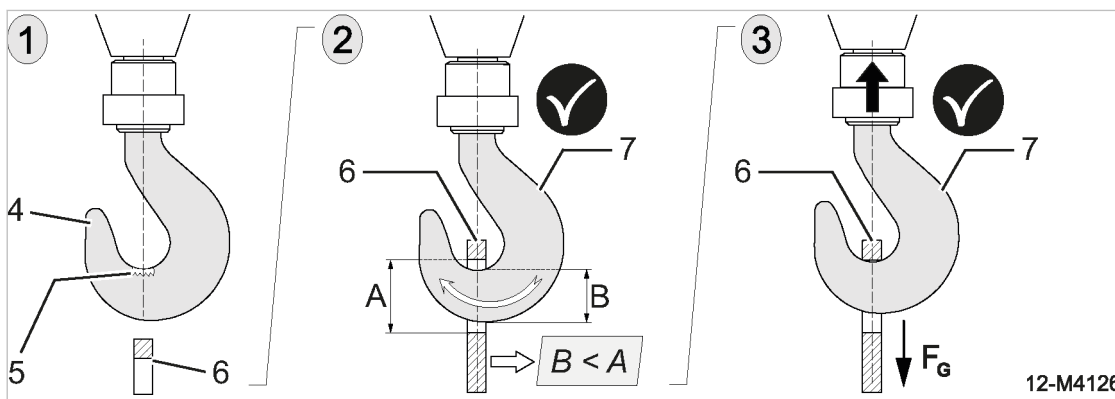

Fig. 61 Enganchar el gancho de grúa correctamente
- Use un gancho de grúa que cumpla el requisito  $B < A$ ; ver ilustración 61, posición ②.
El gancho de grúa está colocado correctamente y vertical, ver ilustración 61, posición ②.
Se cumplen las condiciones para levantar la máquina con grúa; ver ilustración 61, posición ③.